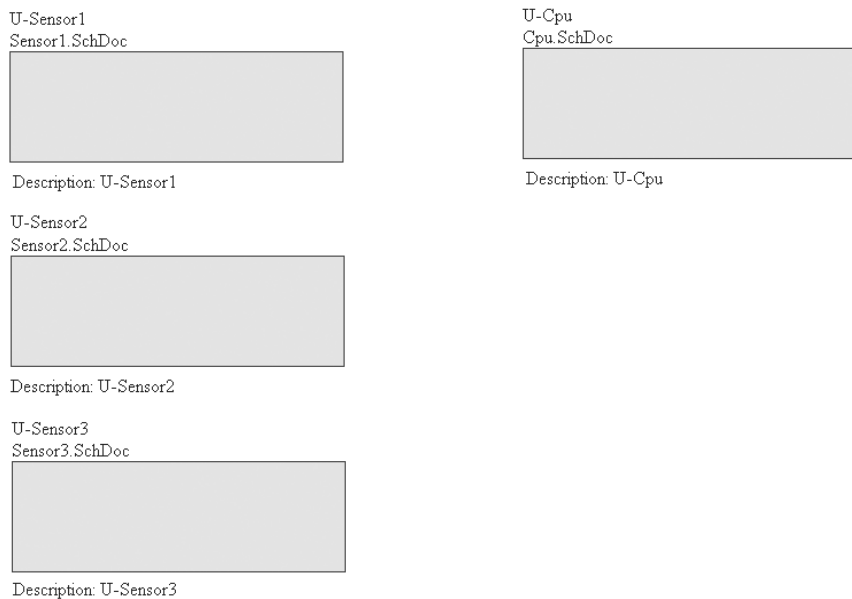

图 5-6 设置好的 4 个原理图符号
8) 在“名称”文本框中输入“Description”, 在“值”文本框中输入“U - Sensor1”, 勾选下面的“可见的”复选框。单击“确定”按钮, 关闭该对话框。单击“方块符号”对话框中的“确定”按钮, 关闭该对话框。按照上述方法放置另外 3 个原理图符号 U - Sensor2、U - Sensor3 和 U - Cpu, 并设置好相应的属性, 如图 5-6 所示。